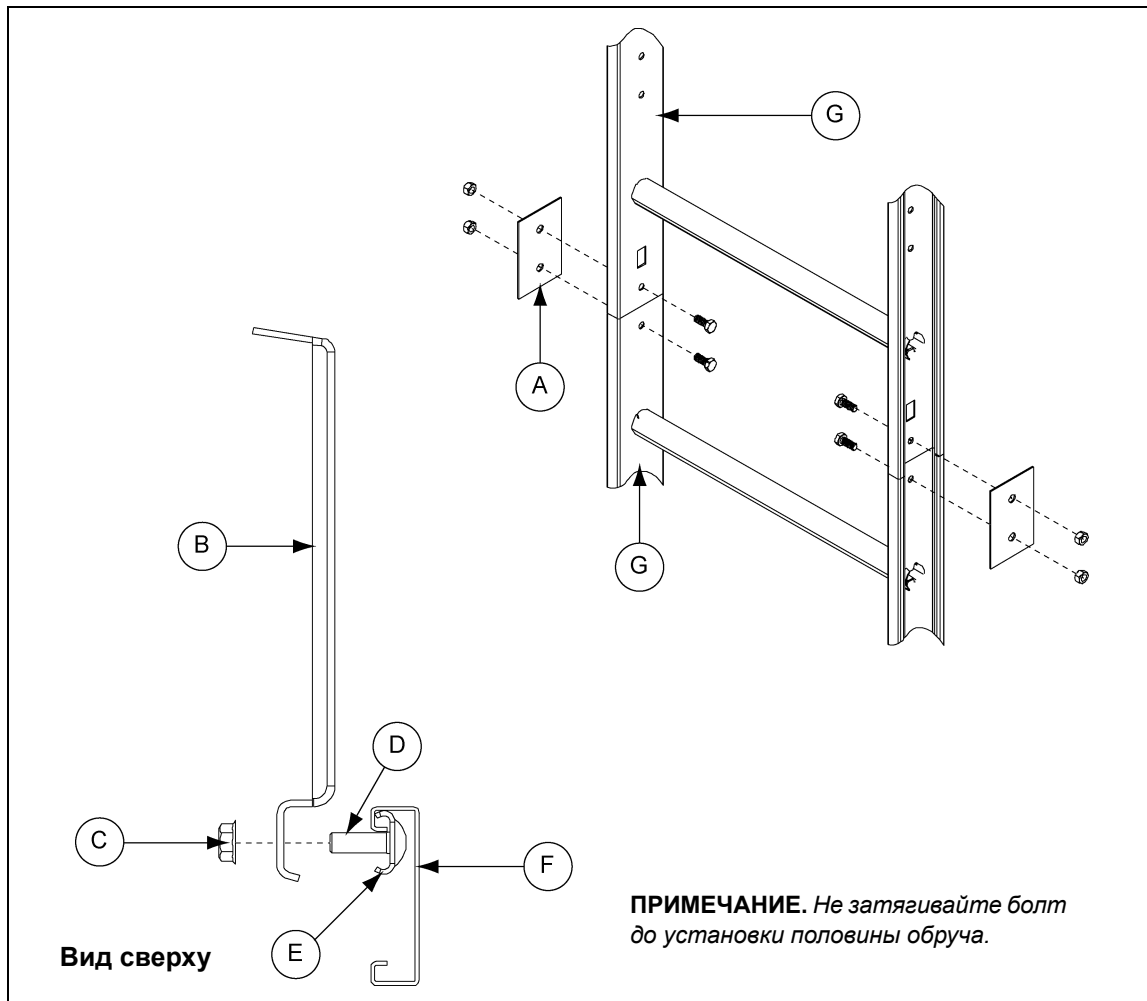

Рисунок 8L
Для крепления каждой дополнительной секции лестницы требуется два (2) соединительных листа. Головка болта должна быть направлена на внутреннюю сторону лестницы, а соединительный лист - на внешнюю сторону, как показано на Рисунок 8L. Для всех соединений используйте болты 5/16" x 1".